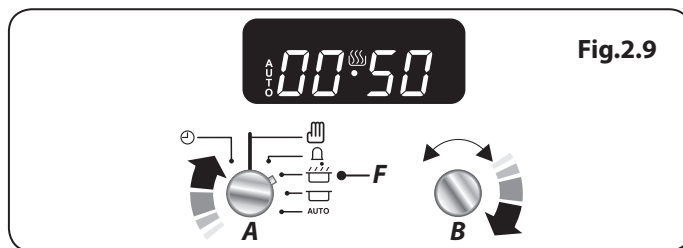

Fig.2.9
1. Vrid Timer-vredet (A) till inställningen för tillagningstid (F). Vrid inställningsvredet (B) för att ställa in önskad tillagningstid (**Fig.2.9**).